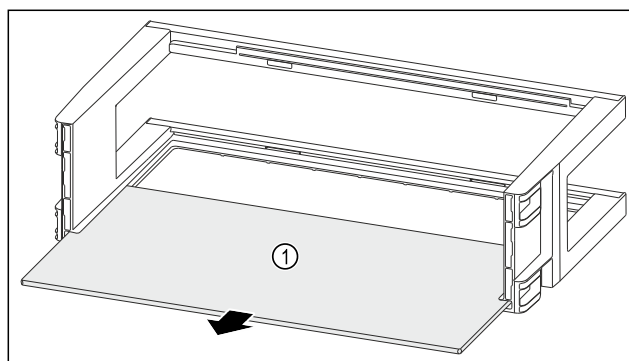

Fig. 130
- Abstellfläche Fig. 130 (1) entnehmen.